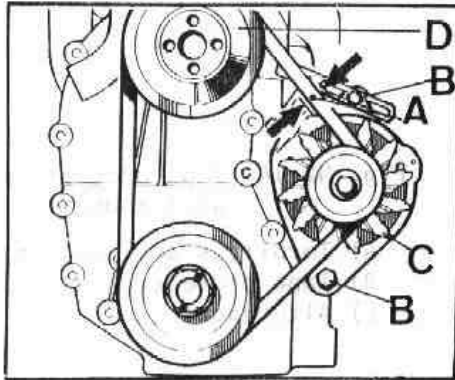

Fig. N2-16 Tensado de la correa del ventilador
B) No apretar los elementos de fijación, B (Fig. N2-16) del alternador, antes de ajustar la correa, A.
C) Ajustar la correa, A (Fig. N2-16) hasta conseguir una flecha de 10 a 12 mm., en el punto medio entre el alternador, C, y la polea del ventilador, D.